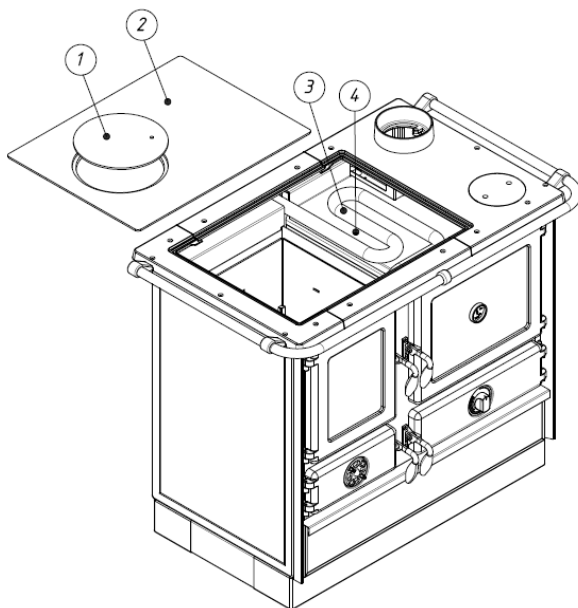

Figure 11
Nettoyage du tuyau du fourneau (figure 11) - pour le nettoyage du tuyau du fourneau (3) positionné au-dessus du four et de l'espace entre le tuyau et le four (4), il est nécessaire d'enlever le couvercle (1) et la plaque chauffante (2) et nettoyer la suie du tuyau (3) et de l'espace en-dessous du tuyau (4). Répéter cette procédure tous les 15 jours pour éviter une accumulation excessive de suie et assurer un passage non perturbé des fumées de combustion. Vous assurerez ainsi le fonctionnement correct du fourneau.